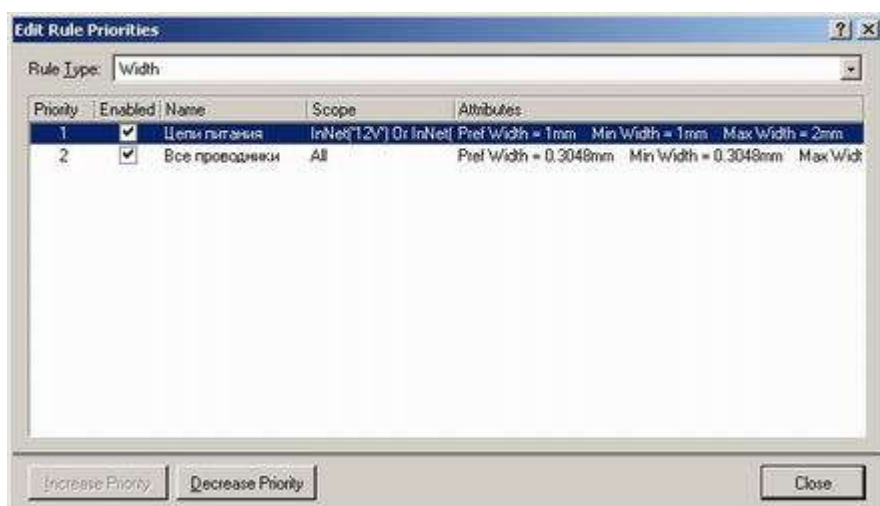

Рисунок 59 – Задание приоритетов правил проектирования.
1. Нажмем кнопку Priorities, расположенную в левом нижнем углу PCB Rules and Constraints Editor. На экране появится диалоговое окно Edit Rule Priorities (рисунок 59).